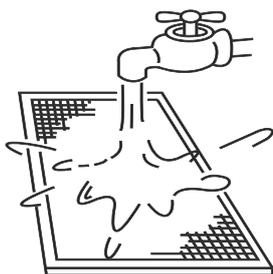

Abb. 6-3
- b. Die Innenluft sollte nach unten wandern, wenn Sie Wasser verwenden (siehe Abb. 6-3). (siehe Abb. 6-3).